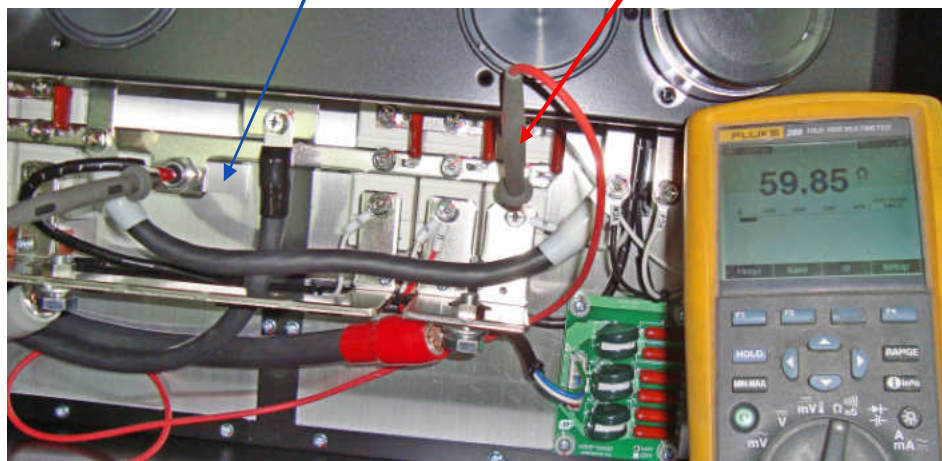

Рис. 4.15.
4.10.4. Проверить резистор предзаряда (рис. 4.15), подсоединя мультиметр в режиме измерения сопротивления к цепи «R» и к выводу «+ (анод)» диода предзаряда. Показания прибора должны быть в пределах $60 \text{ Ом} \pm 10\%$. При иных показаниях прибора резистор предзаряда считается неисправным и подлежит замене.